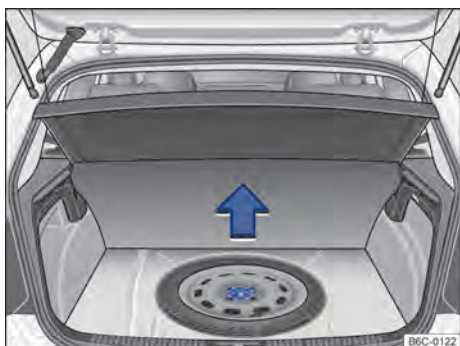

Fig. 162 No compartimento de bagagem, sob o revestimento de assoalho: roda de emergência e ferramentas de bordo.
As ferramentas de bordo e a roda de emergência estão localizadas no compartimento de bagagem, sob o revestimento do assoalho → Fig. 162.
- Levantar o revestimento do compartimento de bagagem → Fig. 162.